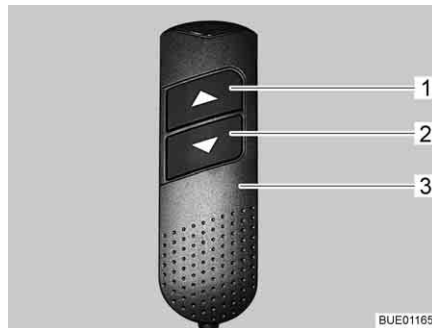

Fig. 115 Commande manuelle
- Sur la commande manuelle (Fig. 115,3), appuyer sur la touche "▼" (Fig. 115,2) et la maintenir pressée. Le pied rentre. Les têtes se relèvent.
- Sur la commande manuelle (Fig. 115,3), appuyer sur la touche "▲" (Fig. 115,1) et la maintenir pressée. Le pied sort. Les têtes s'abaissent.
- Sur la commande manuelle (Fig. 115,3), appuyer sur la touche "▼" (Fig. 115,2) ou sur la touche "▲" (Fig. 115,1) jusqu'à ce que la position désirée soit atteinte.